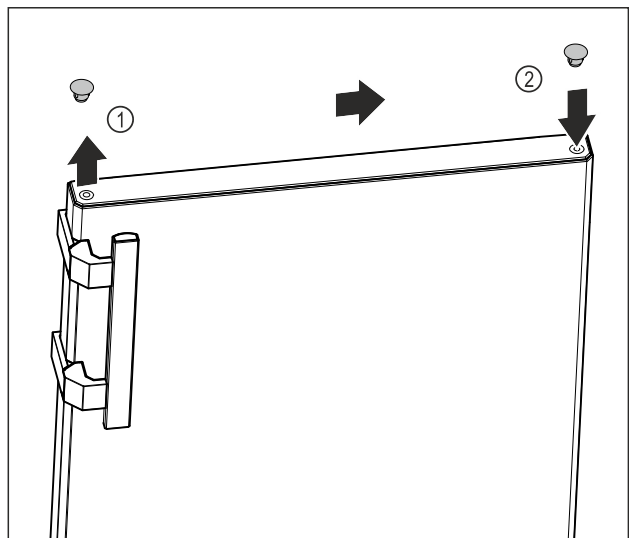

Fig. 10
- ▶ Levantar con cuidado el tapón de la tapa del lado superior de la puerta Fig. 10 (1) con el destornillador plano.
- ▶ Insertar el tapón de la tapa en el lado opuesto. Fig. 10 (2)